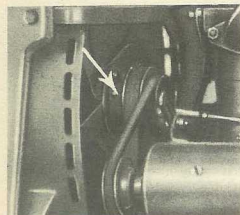

Figure 20A - Moyeu de ventilateur.
Tous les 6 mois ou toutes les 500 heures de travail, tournez le moyeu du ventilateur de façon que la vis de retenue d'huile (16) soit dans la position horizontale à gauche. Enlevez la vis et remplissez le moyeu au niveau de l'ouverture du trou de remplissage avec de l'huile moteur. Faites tourner maintenant le moyeu du ventilateur de façon que le trou de remplissage d'huile soit en bas, pour permettre à l'huile excédentaire de s'écouler. Remettez en place la vis de retenue d'huile. Reportez-vous à la page 30 pour les renseignements complémentaires. Voir figure 20A.